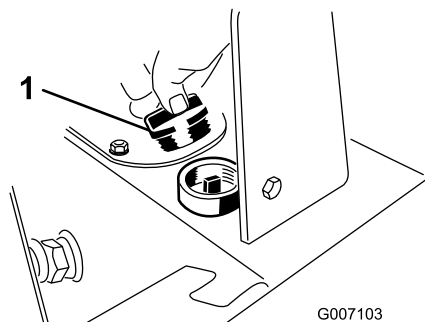

Figure 17
4. Nettoyez la surface autour du goulot de remplissage du réservoir hydraulique et enlevez le bouchon du goulot de remplissage (Figure 17).